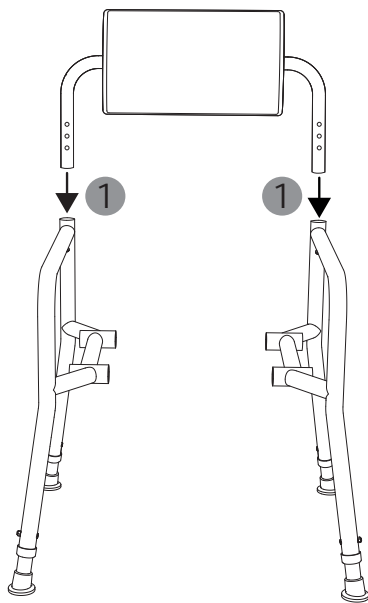

Abb. 4
3. Im ersten Schritt wird die Rückenlehne in die Seitenteile eingesteckt (1, Abb. 4). Bei der Montage ist auf die Ausrichtung der Einzelteile zu achten. Die Steckrohraufnahme der Seitenteile zeigt nach innen. Die Rückenlehne wird, mit dem Polster nach vorn ausgerichtet in die Seitenteile eingesteckt.